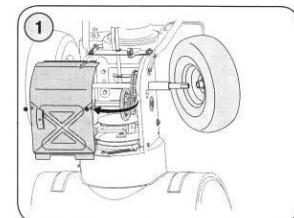

Figure 24
- b. Retirez la roue droite en dévissant le boulon et la rondelle de cloche qui la fixe sur l'arbre. Reportez-vous à la Figure 24.